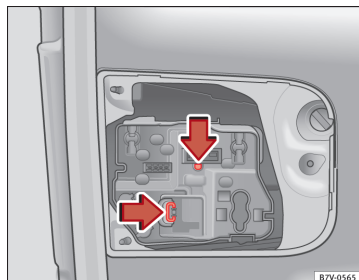

Fig. 212 I bagklappen:
5. Tryk låsetapperne i pilens retning ⇒ Fig. 212, og tag pæreholderen ud.